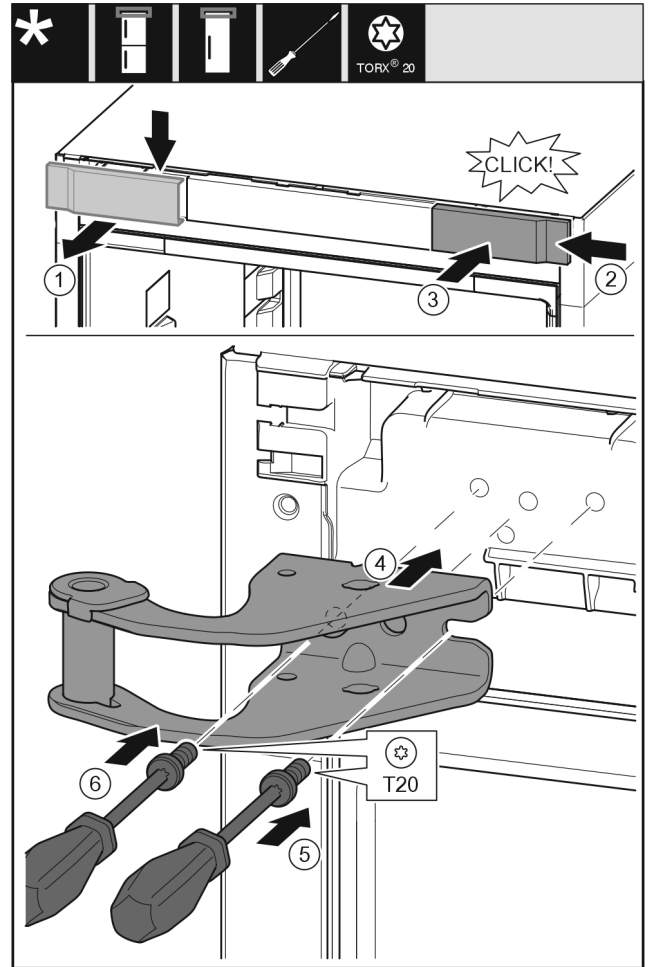

Fig. 31
- ▶ 从上方朝前取下盖板。 Fig. 31 (1)
- ▶ 将盖板旋转 180° 至另一侧从右边挂上。 Fig. 31 (2)
- ▶ 卡入盖板。 Fig. 31 (3)
- ▶ 装上上方的托架。 Fig. 31 (4)
- ▶ 用 T20 螺丝刀放上并旋紧螺钉。 Fig. 31 (5)
- ▶ 用 T20 螺丝刀安装并旋紧螺钉。 Fig. 31 (6)